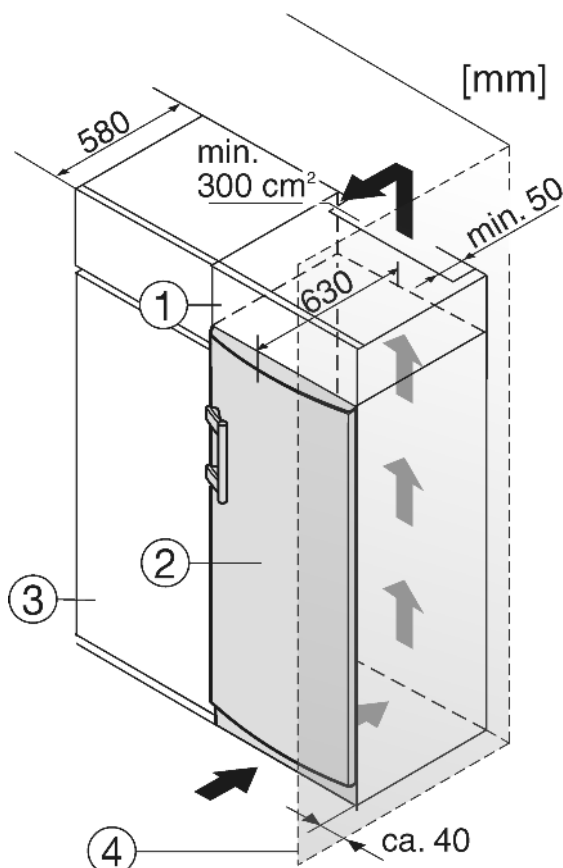

Fig. 8
Пристрій можна комбінувати з кухонними шафами. Для того, щоб пристрій *Fig. 8 (2)* вирівняти по висоті кухонної секції, на пристрій можна встановити антресольну секцію *Fig. 8 (1)*.
При комбінуванні з кухонними шафами (глибина макс. 580 мм) пристрій можна встановити безпосередньо поруч з кухонною шафою *Fig. 8 (3)*. Дверцята пристрою виступають за лінію кухонної шафи на 34 мм з боків і на 50 мм посередині. Завдяки цьому їх можна без проблем відкрити та закрити.
Якщо пристрій встановлюється поряд зі стінкою *Fig. 8 (4)*, відстань між пристроєм та стінкою повинна бути не менше 40 мм. Це відповідає необхідній відстані для ручки після відкриття дверцят.